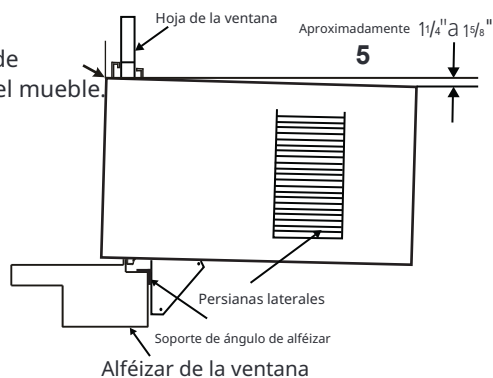

Fig.14
- NOTA: Compruebe que el aire acondicionado está inclinado hacia atrás aproximadamente 1/4" a 1/8" (inclinado alrededor de 3 ° a 4 ° hacia abajo hacia el exterior). Después de la instalación adecuada, el condensado no debe drenar del orificio de drenaje de desbordamiento durante el uso normal, corrija la pendiente de lo contrario (Fig.14).